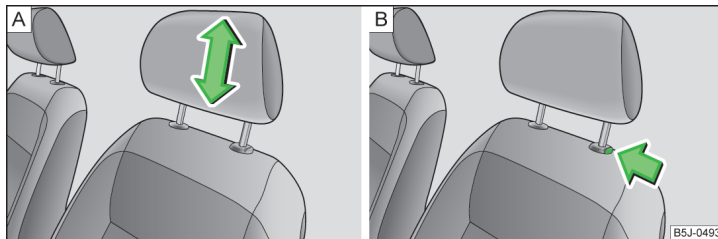

Fig. 60 Tetiera: Reglarea / demontarea
- Prindeți tetiera din lateral, cu ambele mâini și mișcați-o în sus, după dorință » fig. 60 - A.
- Dacă doriți să împingeți tetiera în jos, trebuie să apăsați tasta de siguranță » fig. 60 - B cu o mână și să o mențineți apăsată, iar cu cealaltă mână să apăsați tetiera în jos.
- Apăsați tasta de siguranță în sensul săgeții » fig. 60 - B și trageți afară tetiera.